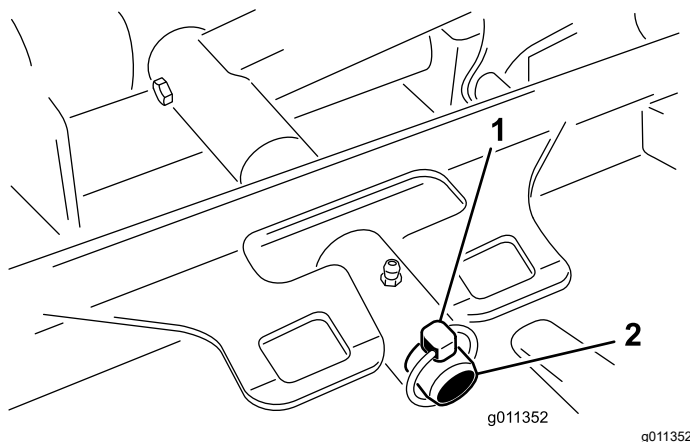

Figure 93
3. Retirez la goupille à anneau (Groundsmaster 4500) ou l'écrou de retenue (Groundsmaster 4700) qui fixe le bâti porteur de l'unité de coupe à l'axe de pivot du bras de levage (Figure 93).
2. Faites glisser le bâti porteur de l'unité de coupe sur l'axe de pivot du bras de levage (Figure 93). Fixez l'unité sur l'axe à l'aide de la goupille à anneau (Groundsmaster 4500) ou de l'écrou de retenue (Groundsmaster 4700).